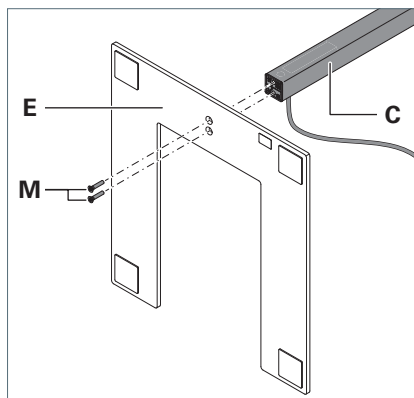

Fig. 4: Monter le bras vertical.
3. Montez le bras vertical avec les vis fournies **M** au pied du luminaire **E**, voir Fig. 4.